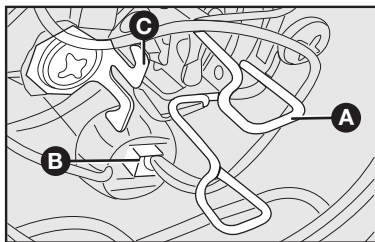

fig. 22
- 2) Soltar o conector **B**—fig. 22.
- 3) Apertar para baixo a presilha **A**—fig. 22, abrindo-a lateralmente para soltá-la da trava **C**—fig. 22.
- 5) Posicionar a nova lâmpada em seu alojamento, reenganchar a presilha de fixação **A**—fig. 22 e encaixar o conector **B**—fig. 22.